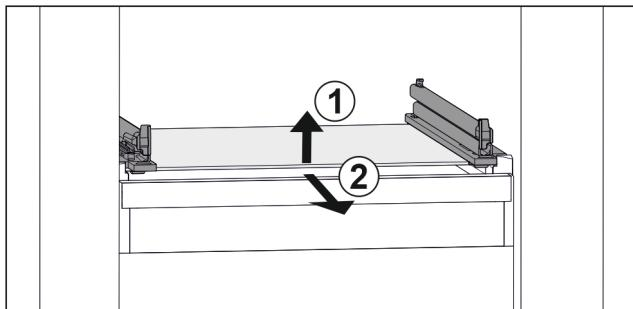

Fig. 26 Примерное отображение стеклянной пластины
- Приподнимите стеклянную пластину спереди. Fig. 26 (1)
- Извлеките стеклянную пластину движением вперед. Fig. 26 (2)